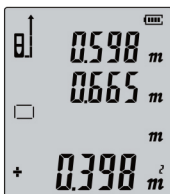

Рис. 2
- Затем нажмите кнопку **+** и измерьте вторую площадь, как показано на **Рис. 2**. Слева внизу на экране появится значок «+».